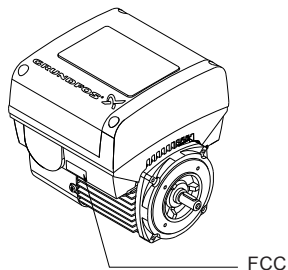

Рис. 69 Маркировка FCC
10. Если модуль СИМ поставляется с маркировкой FCC, закрепите её на клеммной коробке. См. рис. 69.